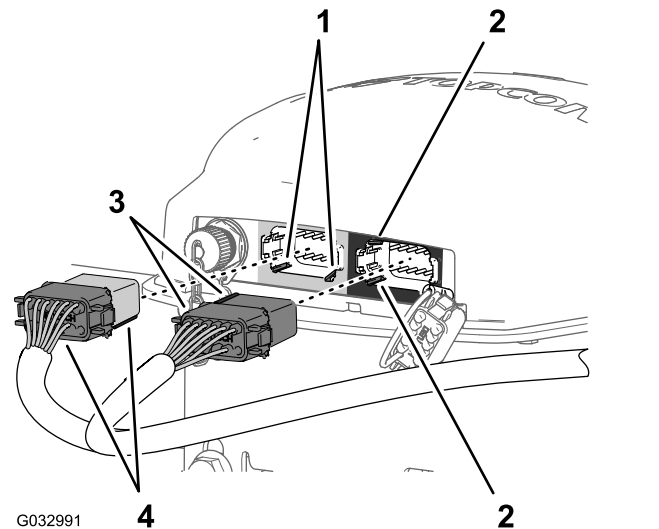

Bild 135
3. Fluchten Sie die zwei Schlüssel an der langen Seite des **grauen und schwarzen** 12-Buchsen-Steckers des Datenkabelbaums mit den zwei Schlüsselschlitzen in der unteren, horizontalen Wand des **linken (grauen)** 12-Stift-Steckers des Navigationsempfängers aus (Bild 135).
4. Stecken Sie den **grauen und schwarzen** 12-Buchsen-Stecker des Datenkabelbaums in den **linken (grauen)** 12-Stift-Stecker des Navigationsempfängers, bis die Stecker fest einrasten (Bild 135).
5. Fluchten Sie die zwei Ausrichtungsschlüssel an der kurzen Seite des **schwarzen** 12-Buchsen-Steckers des Datenkabelbaums mit den zwei Schlüsselschlitzen in der linken vertikalen Wand des **rechten (grauen)** 12-Stift-Steckers des Navigationsempfängers aus (Bild 135).
6. Stecken Sie nur den **schwarzen** 12-Buchsen-Stecker des Datenkabelbaums in den **linken (schwarzen)** 12-Stift-Stecker des Navigationsempfängers, bis die Stecker fest einrasten (Bild 135).